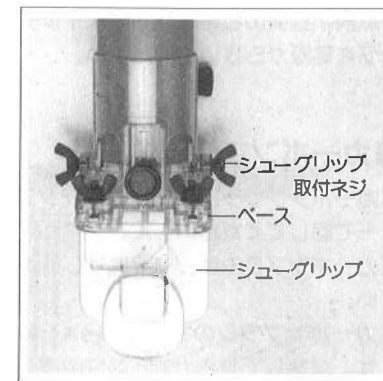

図22
- シューグリップの角穴(2コ)に角根ボルトを下から差し込み、ベースの底面に押しあてて平座金、バネ座金を入れて、蝶ナットで止めてください。(図22参照)